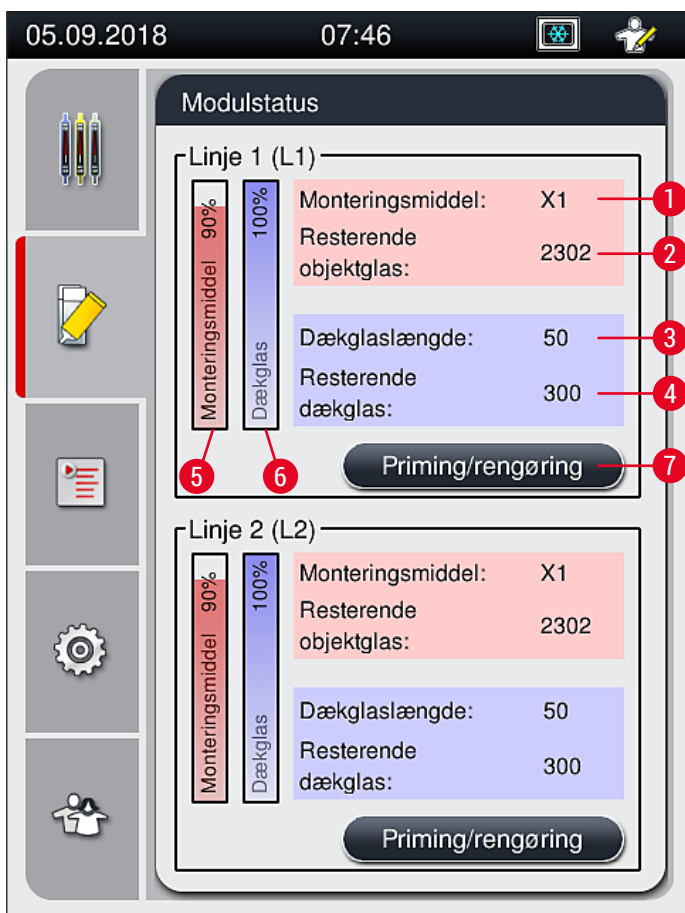

Fig. 49
- Menuen **Modulstatus** (→ Fig. 49) giver brugeren i HistoCore SPECTRA CV et overblik over de brugte forbrugsartikler (monteringsmiddel (→ Fig. 49-1) og dækglas (→ Fig. 49-3)) og deres aktuelle